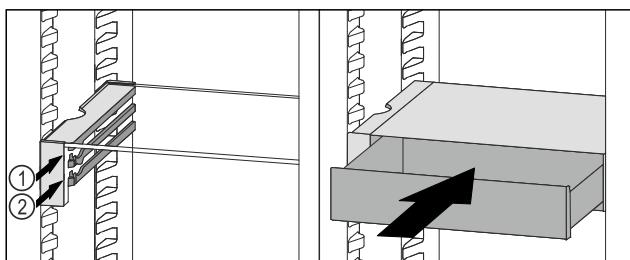

Fig. 80
- Zásuvku VarioSafe nasadte za zarážkami na požadovanom rebre Fig. 80 (1) alebo Fig. 80 (2).